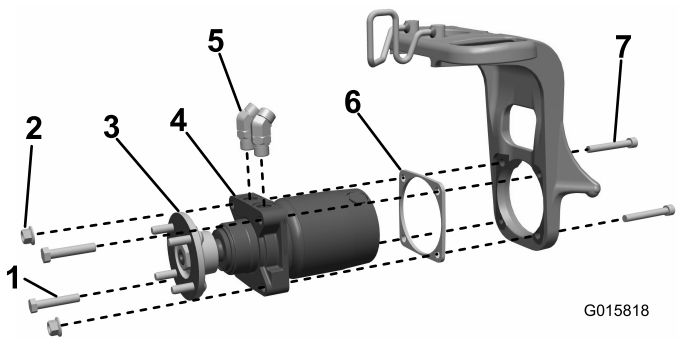

Figura 3
1. Instale los acoplamientos hidráulicos de 45° en el motor de la rueda, orientándolos aproximadamente como se indica en la Figura 3. No apriete los acoplamientos.
- **Máquinas con horquillas con 2 orificios roscados y 2 orificios pasantes donde el motor de rueda se monta en la horquilla:** Instale el conjunto de motor de rueda y el suplemento en la horquilla (colocando el suplemento entre el motor y la horquilla) y sujételo con 2 pernos de cabeza allen ($\frac{1}{2}$ " x $3\frac{3}{4}$ "), 2 pernos ($\frac{1}{2}$ " x $2\frac{1}{2}$ ") y 2 contratuercas (Figura 3).